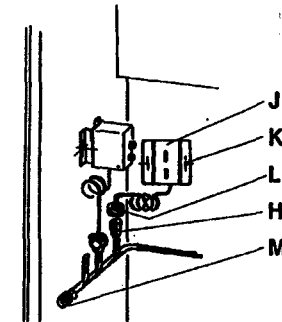

Рис. 3
- Задайте время задержки D (EB11) в регистре клемменной планки X (следующее за существующим временем задержки на электрической плате) (Рис.3).